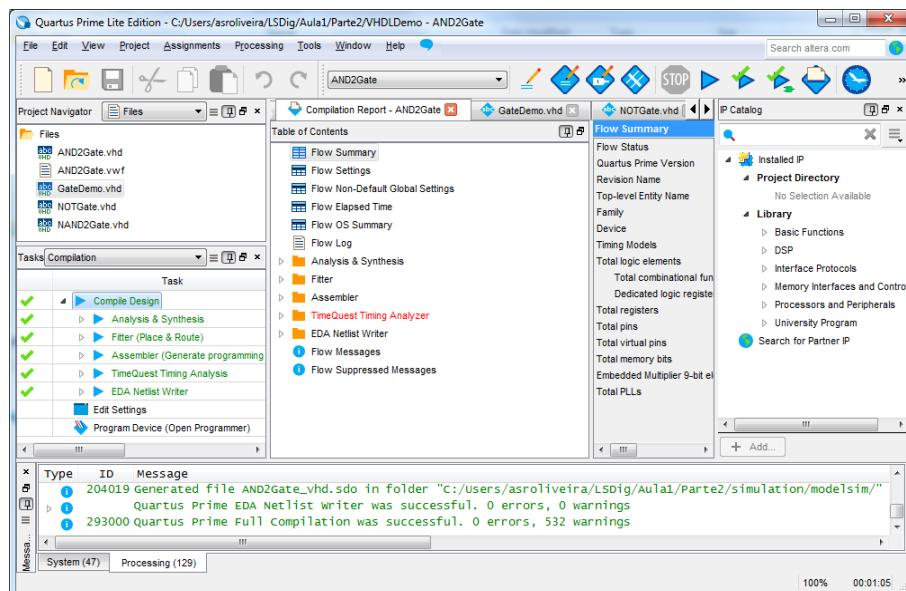

Figura 50 – “Quartus Prime” IDE após compilação completa do projeto.
**22.** Efetue a síntese e implementação do sistema através do comando “*Compile Design*”. No final da compilação o IDE deve apresentar o aspeto da Figura 50.